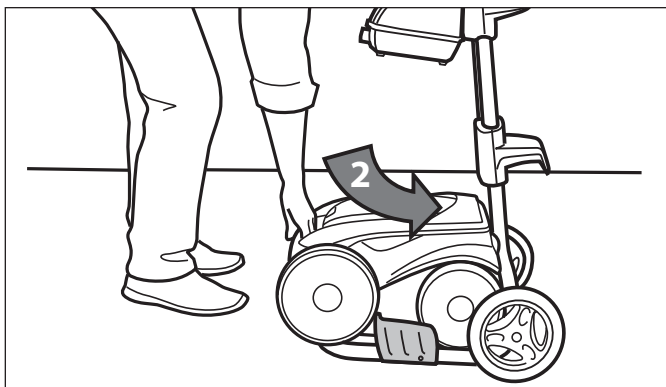

Figura 30. Mueva el limpiafondos al carrito
2. Gire la unidad en el lugar del carrito. Vea la Figura 30.